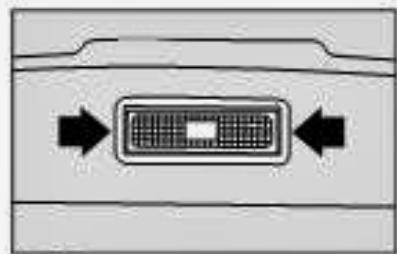

fig. 24
- 1) retire o porta-lâmpadas, com uma chave de fenda atuando nos pontos indicados pelas setas fig. 24.